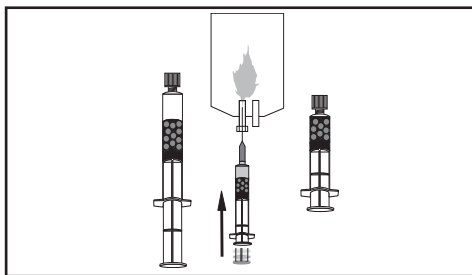

Figura 6.
- 5.2 Mantenendo la siringa in posizione verticale e facendo attenzione a non disturbare le microsfere depositate, inserire un ago con filtro sterile nella siringa di rilascio. Con l'ago con filtro rivolto verso l'alto, espellere il surtante (Figura 6). Assicurarsi che all'interno della siringa di rilascio rimanga una quantità di surtante sufficiente a coprire le microsfere.